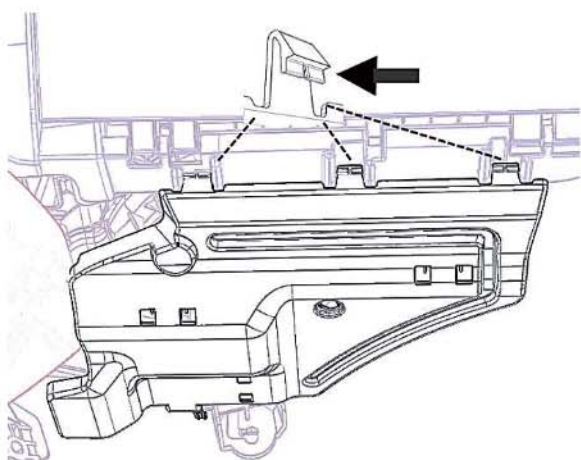

图 1-15 仪表板左/右下隔音板总成结构示意图
(1) 用一字螺丝刀沿图 1-15 箭头所指方向用力按压, 直到卡脚脱出卡扣孔;
(2) 下拉隔音板, 将所有卡扣拉出, 拔掉脚部照明灯线束接插件, 即可取下右下隔音板。